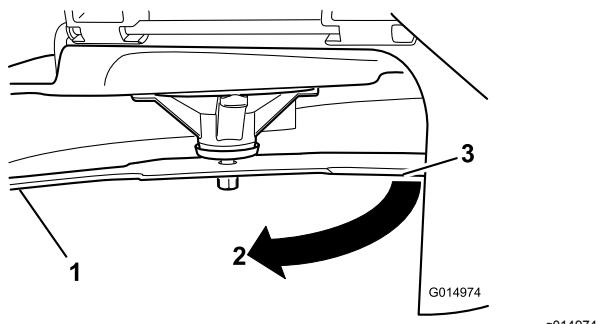

Figure 92
3. Mesurez la distance entre la lame et la surface (A)
4. Tournez la même lame de 180 degrés pour amener l'autre tranchant à la même position (Figure 92).